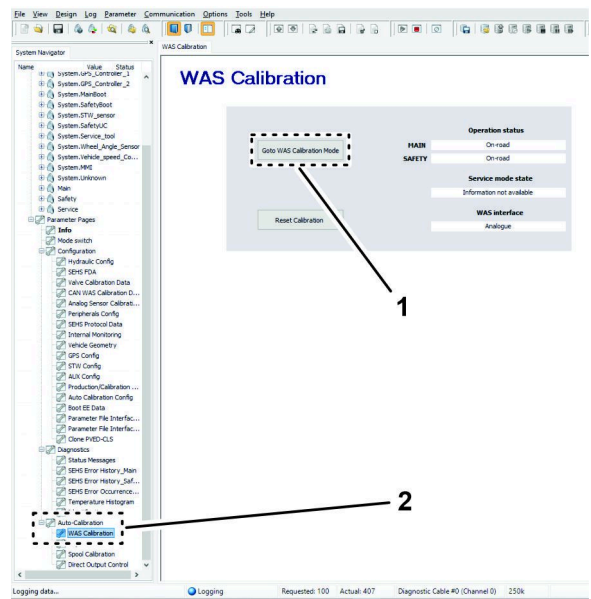

Figure 147
11. Cliquez sur l'icône WAS CALIBRATION (Figure 147).
2. Sur l'écran WAS CALIBRATION, cliquez sur l'icône MODE GOTO WAS CALIBRATION (Figure 147).